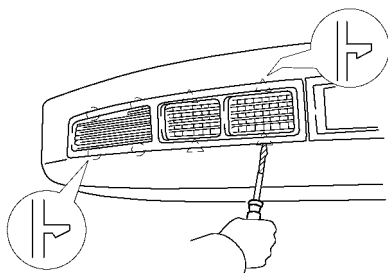

图 17-95 用螺钉旋具拆下格栅座
(4) 拆下格栅座。使用螺钉旋具撬出格栅座，如图 17-95 所示。